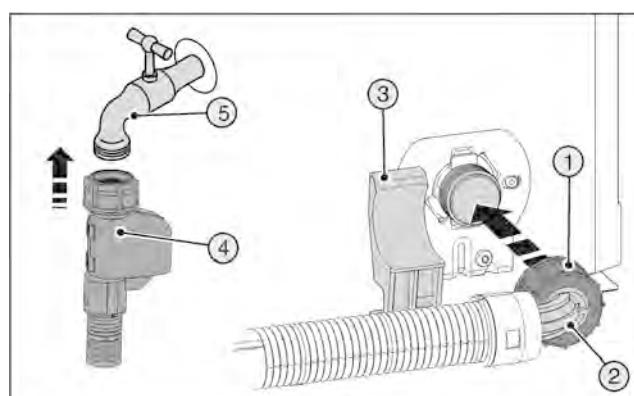

Fig. 22
- ▶ Прямой конец шланга *Fig. 22* (4) подсоедините к запорному крану *Fig. 22* (5).